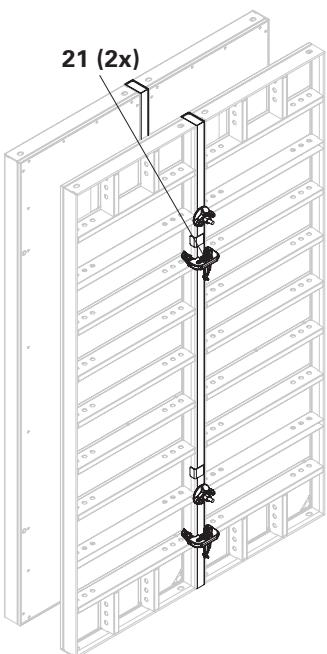

Fig. C4.01
- Unión con cerrojo de compensación LIWA (21).
- Atar en la compensación (30).
- (Fig. C4.01 + C4.01a)